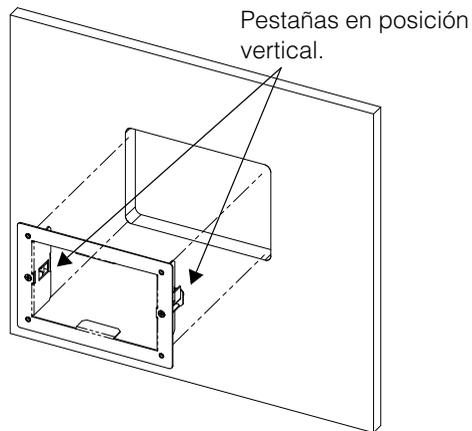

Figura 2-4 Introducción de la placa de montaje
3. Introduzca la placa de montaje con las dos lengüetas en posición vertical en el orificio (consulte la Figura 2-4).